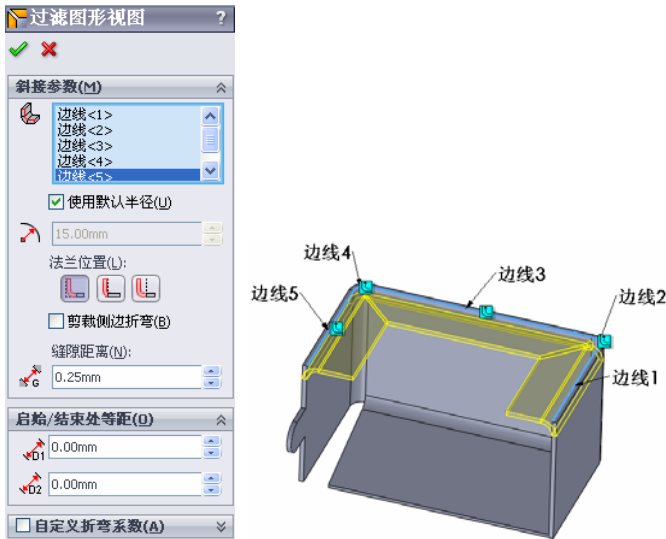
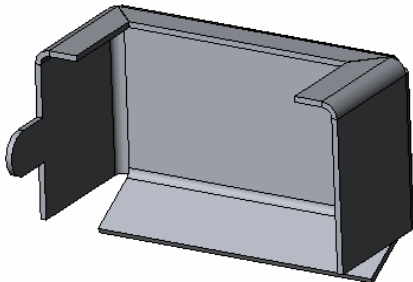

图 9-72 拾取斜接法兰其他边线
图 9-73 生成斜接法兰
③ 单击鼠标拾取钣金零件的其他边线，结果如图 9-72 所示。然后单击“确定”图标，最后结果如图 9-73 所示。